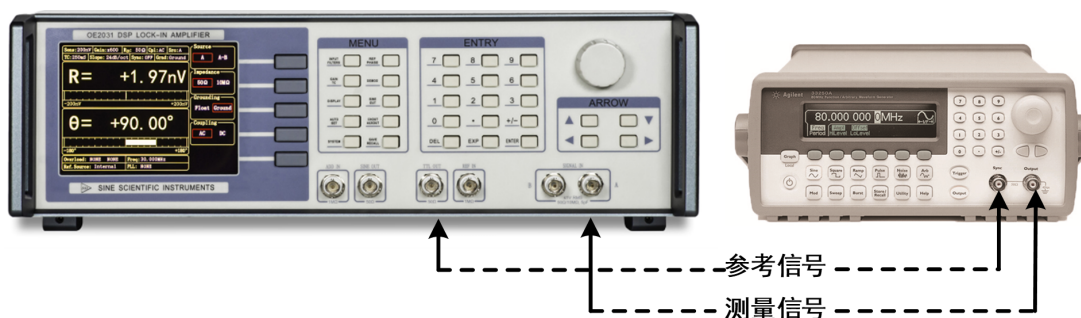

图 86. 信号线连接图
2. 用一条带 BNC 接头的信号线连接函数信号发生器的输出接口和 OE2041 前面板 SIGNAL IN 的 IN+ 接口，用另一条带 BNC 接头的信号线连接函数信号发生器的同步参考信号接口和 OE2041 前面板的 REF IN 接口，如图86所示：